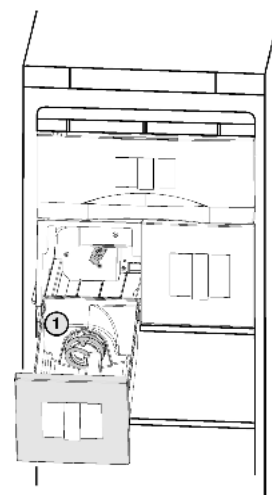

Fig. 9
- ▶ После очистки снова вдвиньте емкость до упора. Если емкость не удается вдвинуть до конца, вращайте шнек Fig. 9 (1).